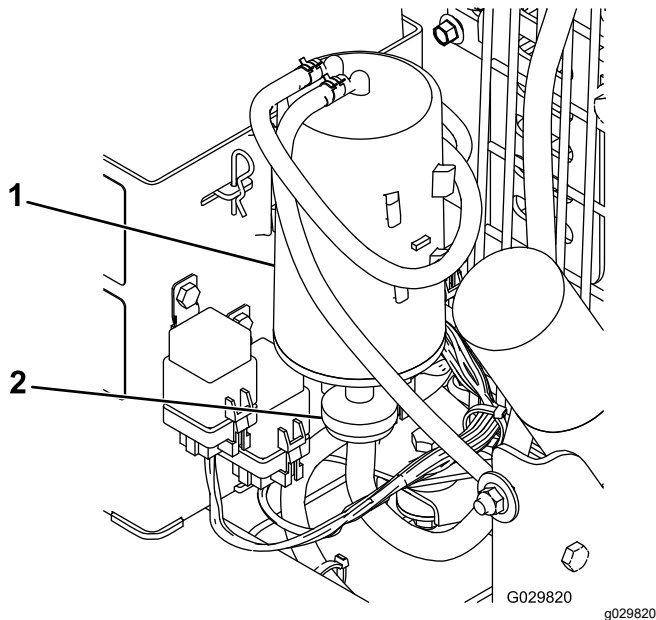

図 22
2. カーボンキャニスタエアフィルタを取り外して廃棄し、ホースは保管しておく【図 22】。